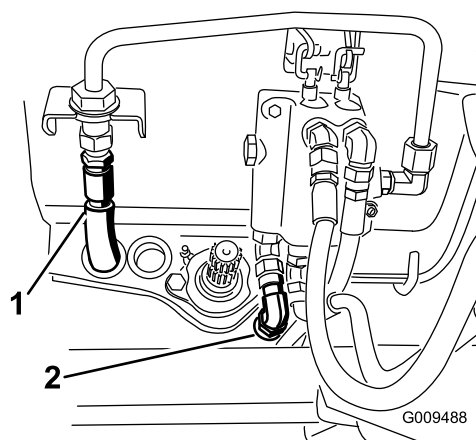

Figura 27
14. Conecte el manguito de presión hidráulica al tubo rígido de la válvula y conecte el manguito del depósito a la válvula (Figura 27). Guarde los tapones de los manguitos para la reconversión de verano.